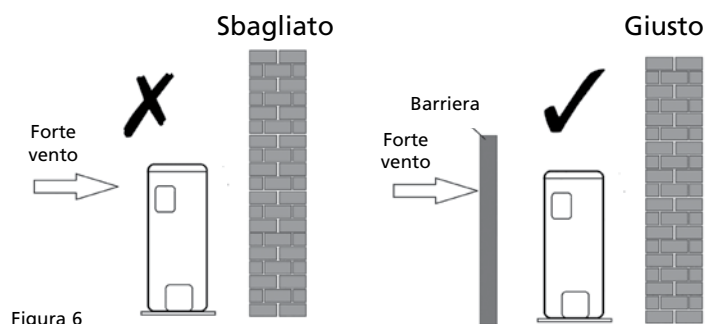

Figura 6
- Se il luogo di installazione è esposto a vento forte, per esempio al mare, occorre fare in modo che il ventilatore funzioni bene mettendo l'unità lungo la parete nella direzione della lunghezza, o usando delle protezioni per la polvere o dei paravento. Vedi la figura 6.